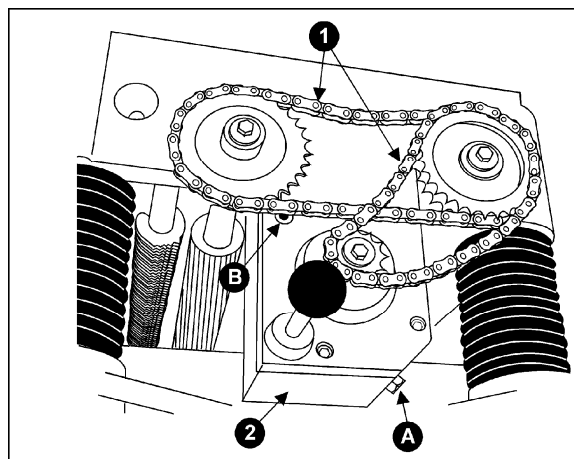

Figura 33
1. Retire la tapa de drenaje (A, Figura 33) con una llave de 14mm y retire la tapa del depósito (B-Figura 33). Drene el aceite usado por completo.
2. Inserte y ajuste la tapa de drenaje (A, Figura 33).
4. Ajuste la tapa del depósito (B, Figura 33).